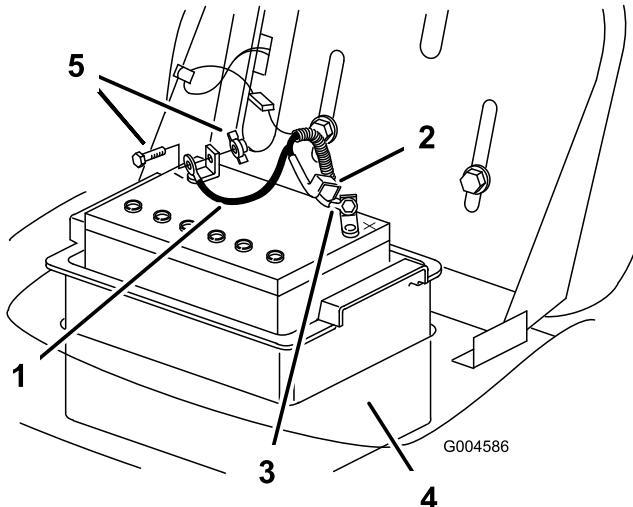

Figure 28
7. Débranchez le câble négatif (noir) de mise à la masse de la borne de la batterie (Figure 28).
9. Débranchez le câble positif (rouge) de la borne de la batterie (Figure 28).
10. Déposez le bac de la batterie et la batterie du châssis (Figure 28).
1. Placez le compartiment de la batterie et la batterie dans le châssis (Figure 28).
- Connectez le câble positif (rouge) à la borne positive (+) de la batterie à l'aide du boulon et de l'écrou papillon (Figure 28).
- Connectez le câble négatif (noir) à la borne négative (-) de la batterie à l'aide du boulon et de l'écrou papillon (Figure 28).